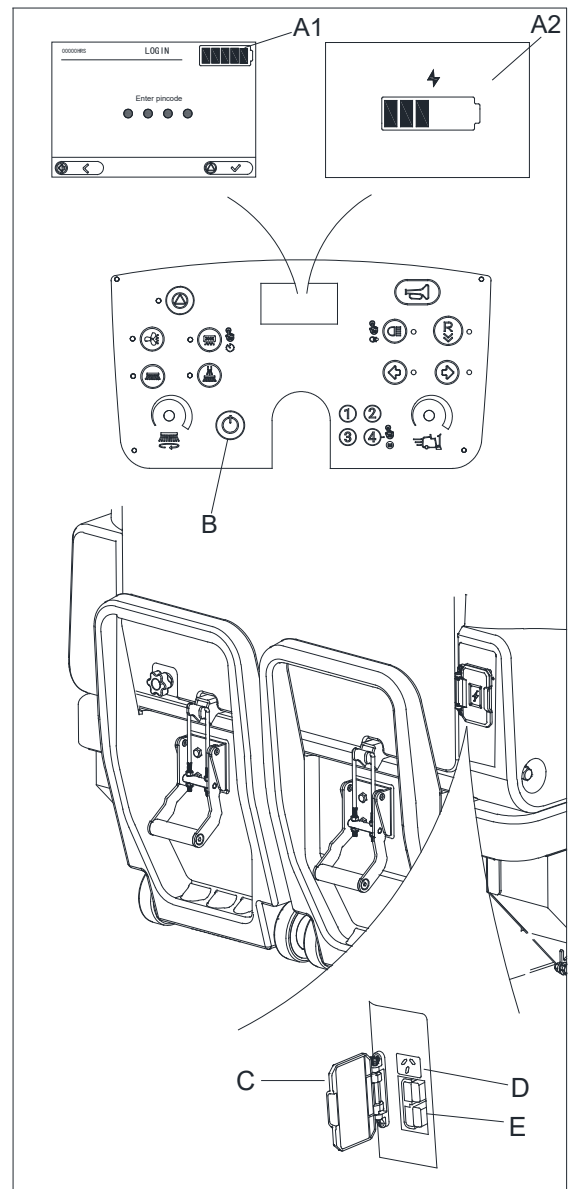

Figura 16
2. Pulse el botón de encendido para apagar la máquina (B, figura 16).
4. Abra la tapa de protección del puerto de carga (C, figura 16). Conecte el conector del cargador externo al puerto de carga de CC de la máquina (E, figura 16). Cuando el cargador externo está conectado a la máquina, todas las funciones de la máquina se apagarán automáticamente.
8. Pulse el botón de encendido para encender la máquina (B, figura 16) y compruebe el estado de la batería en la pantalla del panel (A1, figura 16).
9. Abra la tapa de protección del puerto de carga (C, figura 16). Conecte el cable de alimentación al puerto de carga de a bordo de la máquina (D, figura 16), a continuación conecte el otro extremo del cable de alimentación a la toma.
10. El estado de carga de la batería se puede comprobar en la pantalla LCD (A2, figura 16).
13. Pulse el botón de encendido para encender la máquina (B, figura 16) y compruebe el estado de la batería en la pantalla del panel (A1, figura 16).
2. Pulse el botón de encendido (B, figura 16) para apagar la máquina.